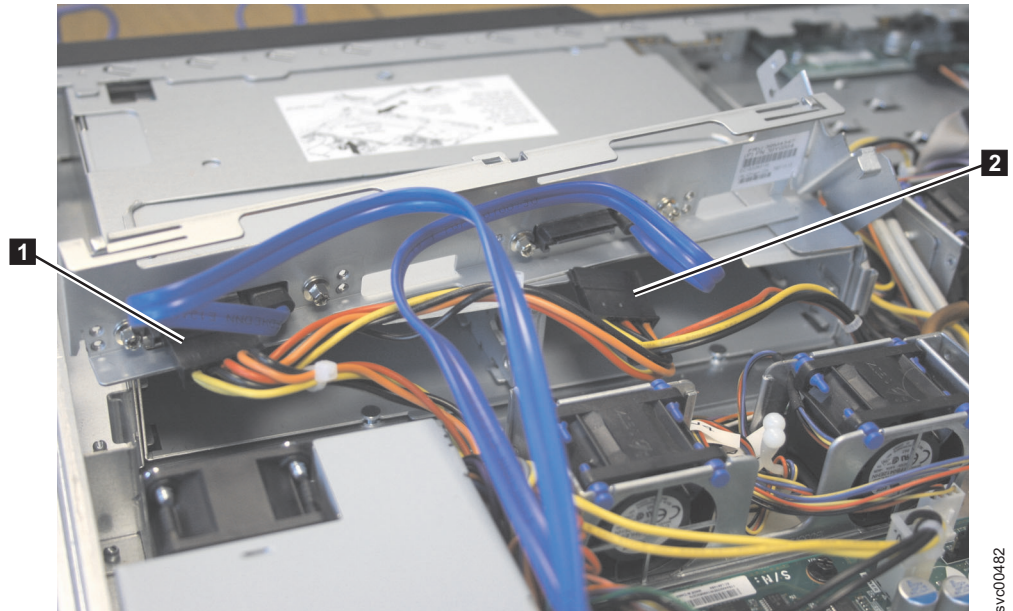

図 267. SAN ポリユーム・コントローラー 2145-8A4 電源機構コネクタ
9. 327 ページの図 267 に示すように、電源コネクター P1 **1** と P6 **2** を取り外します。